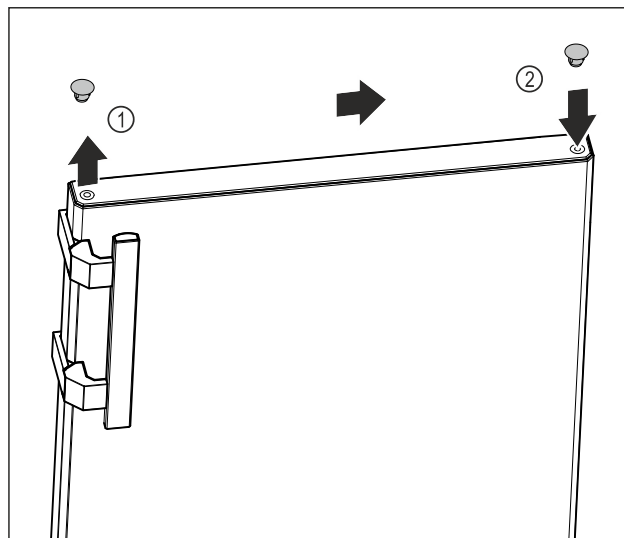

Fig. 10
- ▶ Lyft försiktigt täckplugg på dörrens ovansida Fig. 10 (1) med spårskruvmejsel.
- ▶ Sätt in täckplugg på motsatta sidan. Fig. 10 (2)